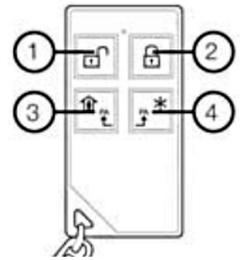

Figura 48. Llavero FW2-RMT-8F
2. **Llavero** – en primer lugar eliminar el registro previo simultáneamente apretar la tecla ② y ③ (Figura 48). Para la registración, apretar simultáneamente los botones ③ y ④;